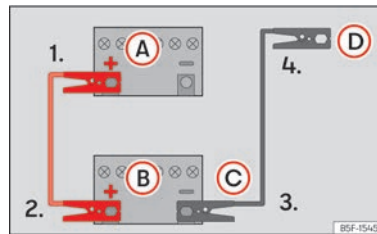
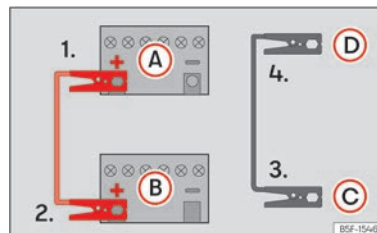

Abb. 218 Anschlussplan für Fahrzeuge ohne Start-Stopp-System.
Abb. 219 Anschlussplan für Fahrzeuge mit Start-Stopp-System.
Starthilfekabel nur in folgender Reihenfolge anklemmen **1 > 2 > 3 > 4 >>> (Abb. 218), >>> (Abb. 219).**
4. *Fahrzeuge ohne Start-Stopp-System:* Klemmen Sie ein Ende des schwarzen Starthilfekabels Ⓒ an den Minuspol **—** des stromgebenden Fahrzeugs >>> **(Abb. 218)** an.
Fahrzeuge mit Start-Stopp-System: Klemmen Sie ein Ende des schwarzen Starthilfekabels Ⓒ an einen geeigneten Masseanschluss, ein massives, fest mit dem Motorblock verschraubtes Metallteil oder an den Motorblock selbst >>> **(Abb. 219).**